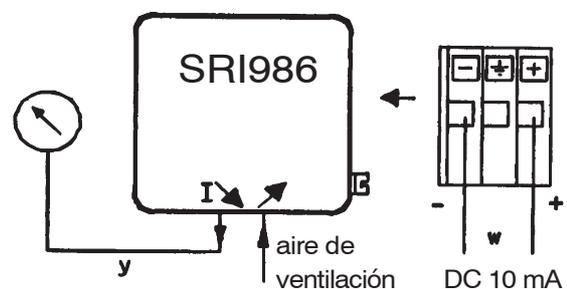

Fig. 24: Circuito de prueba
- g) Conectar el posicionador de acuerdo al circuito de prueba (fig. 24). Ajustar la ventilación a 1,4 bar.
- Conectar el posicionador de acuerdo al circuito de prueba (fig. 24). Ajustar la ventilación a 1,4 bar.